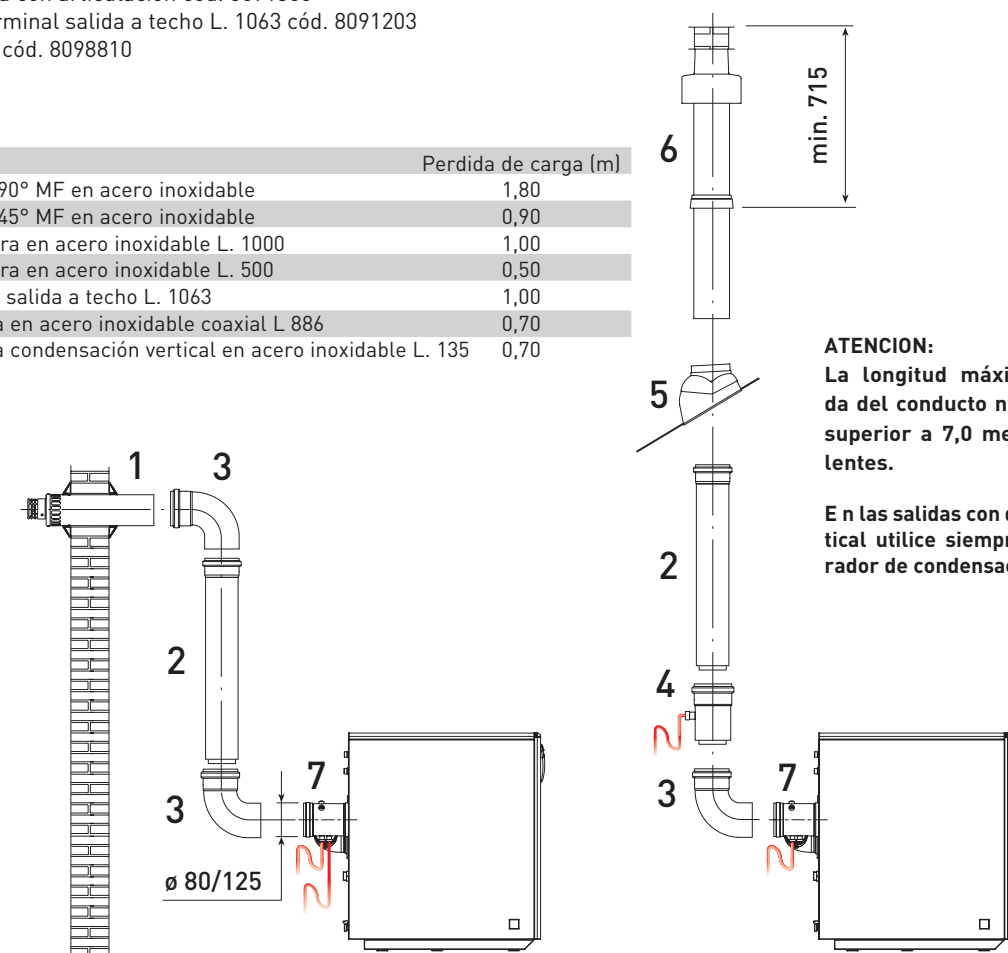

Fig. 6
2.3.2 Descarga de humos con conducto coaxial Ø 80/ 125 (tipo C) (fig. 6)
dirección más correcta para las exigencias del local (fig. 6).